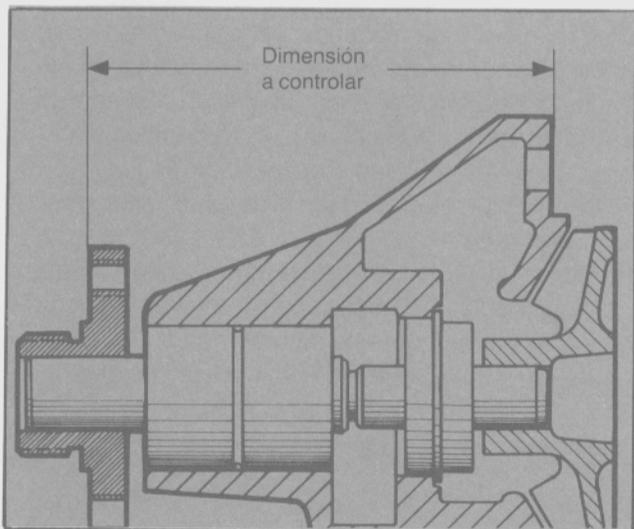

Fig. 28 - Instalación de la brida.
- Instalar la brida roscada para el acoplamiento viscoso, controlando finalmente la cota indicada con el valor especificado (Fig. 28).